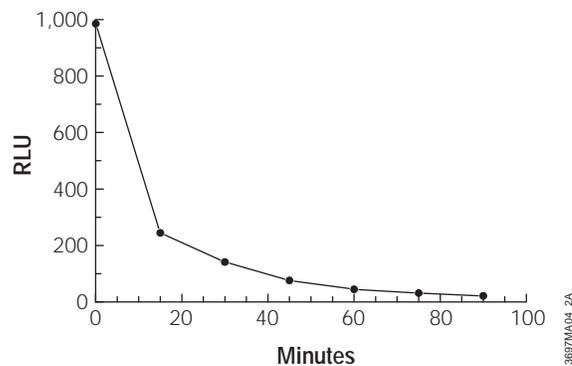

図3. 通常の培養条件下では ATP レベルは細胞溶解によって急激に低下する
告された Multicenter Evaluation of in vitro Cytotoxicity (MEIC: in vitro 細胞毒性に関する多施設共同試験) によると、ATP 濃度測定法は一般的な毒性試験法の中でもっとも予測性が高い試験法の一つであることが判明しました (2)。細胞に生存能がなくなり、細胞膜の完全性が損なわれると、ATP レベルが急激に低下します。これは、細胞の ATP 産生能が失われるとともに、残存する ATP も ATPases によって分解されるためです。図3に、細胞膜を損傷させる処理を行った細胞集団における急激な ATP の低下を示しました。これらのデータは、生存細胞数のマーカーとして ATP を用いることの妥当性を裏付けるものです。